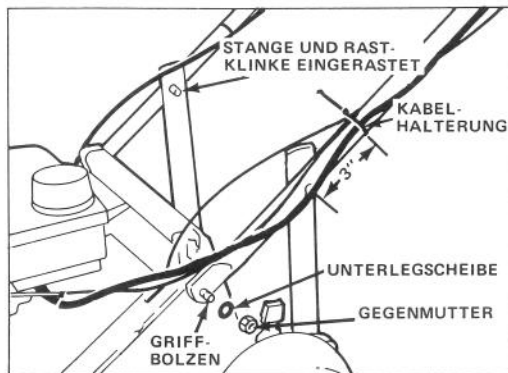

Bild 1
1. Die Enden der Griffstangen auseinanderpressen und auf die Griffbolzen des Mähergehäuses schieben (Bild 1).
2. Die Griffstange an beiden Seiten mit Unterlegscheibe und Gegenmutter an den Griffbolzen befestigen (Bild 1).
Klinken einrasten (Bild 1).